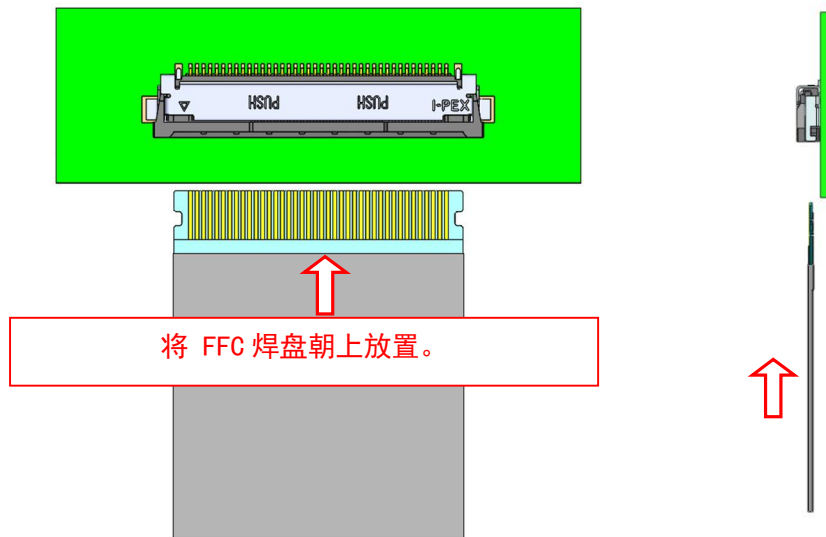

图. 3-1 FFC 插入方法 1
① 如图 3-1 所示，将 FFC 焊盘朝上並水平放置在插入口。